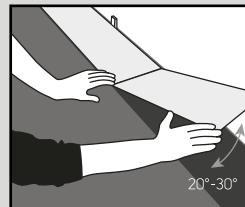

Fig. 2
- Verlegen Sie die erste Reihe und stellen Sie dabei sicher, dass die Kanten ineinander geklickt werden (Abb. 2).